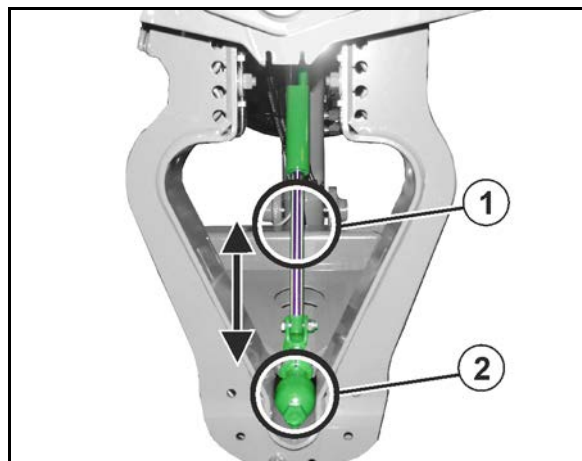

Рис. 70
- для **UF** без терминала управления отражается сверху от бака для раствора маркировка (Рис. 70/1) с красной зоной (Рис. 70/2)
- маркировка (Рис. 70/1) в зеленой зоне (Рис. 70/3)